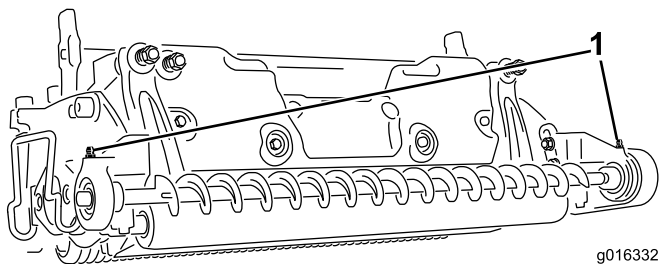

Figura 24
2. Limpie el punto de engrase para evitar que penetre materia extraña en el cojinete o el casquillo; consulte Figura 24.